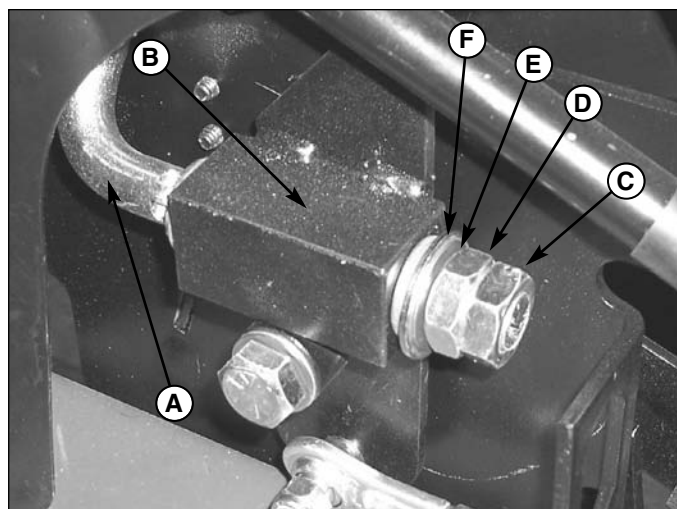

Figure 21A. Réglage de friction des leviers de commande de déplacement
Desserrez l'écrou extérieur (C, Figure 21A) qui fixe le levier de commande de déplacement (A) sur l'ensemble soudé de support de commande (B).